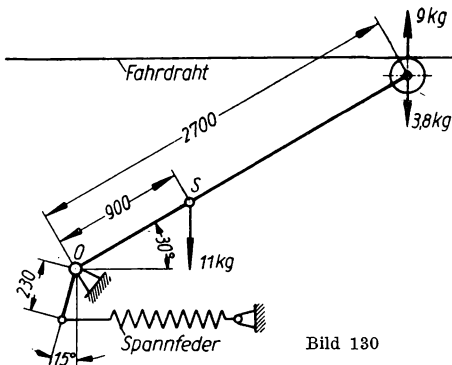

Bild 130
**265.** Der Stromabnehmer einer elektrischen Straßenbahn besteht aus einem auf dem Wagendache angeordneten doppelarmigen Hebel mit Drehpunkt  $O$  (Bild 130). Die Rolle am Kopfe des Hebels wird durch eine am anderen Hebelende